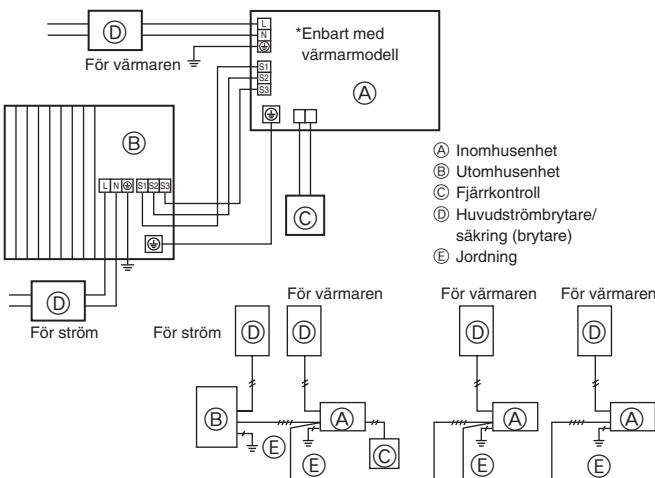
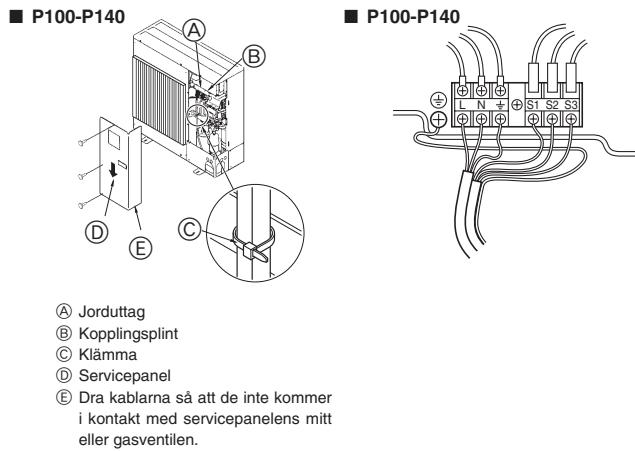

Fig. 6-1
Fig. 6-2
6.1. Utomhusenhet (Fig. 6-1, Fig. 6-2)
- ① Ta bort servicepanelen.
- ② Hänsvisa till fig. 6-1 och fig. 6-2 när kablarna dras.